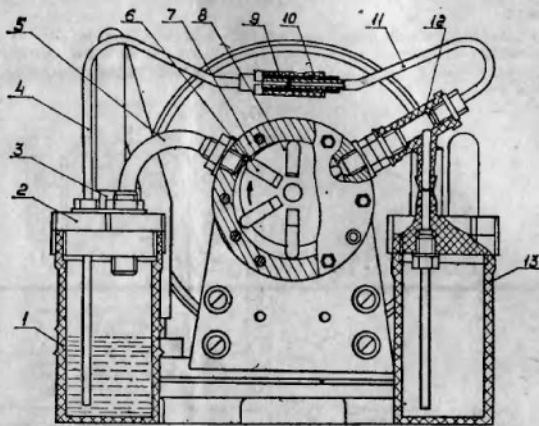

Рис. 3. Вакуум-насос.
4.1.3. Вакуум-насос (рис. 3) роторного типа состоит из статора 7, ротора 8, в шести пазах которого находятся текстолитовые лопатки 6. Лопатки легко перемещаются в пазах и при вращении ротора прижимаются к внутренней поверхности статора.
Для смазки внутренней полости вакуум-насоса служит бачок 1 (см. рис. 3), масло из которого по трубке 4 и 11 поступает к тройнику 12, засасывается в полость насоса, смазывает его внутренние детали и выходит в бачок 1.
9.2.1. После каждых 6-ти часов работы аппарата: а) проверить наличие масла в системе смазки вакуум-насоса. Уровень масла в бачке 1 (см. рис. 3) должен быть между рисками, что соответствует 38...45 см³. Если уровень масла меньше нижнего предела, необходимо отвернуть бачок и залить в него до нормы индустриальное масло И-8А ГОСТ 20799-75;
в) Засорение трубки 4 или 11 (см. рис. 3)	в) Прочистите и промойте трубки, после чего произведите их соединение, как указано в подразделе 9.2.1(б)